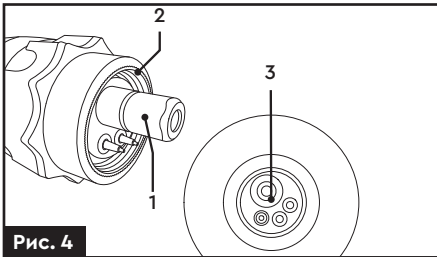

Рис. 4
Підключіть роз'єм (1) зварювального рукава до євrorоз'єму (3) на передній панелі та зафіксуйте його затискнуою гайкою (2) (рис. 4).